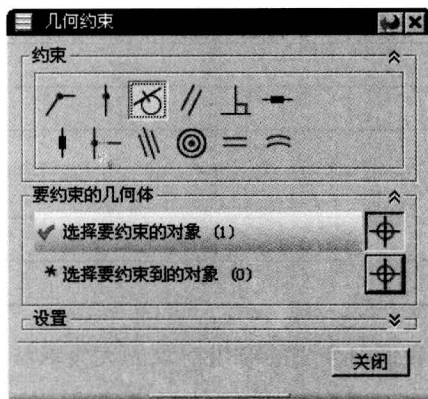

图 2.10.4 “几何约束”对话框
Step 2 双击已有草图，单击  按钮，进入草图工作环境，单击“显示所有约束”按钮  和“约束”按钮 ，系统弹出图 2.10.4 所示的“几何约束”对话框。